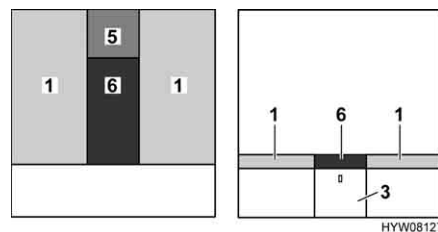

Fig. 92 Dopo la trasformazione
- Posizionare il cuscino aggiuntivo (Fig. 92,5) sul comodino da notte.
- Posizionare il cuscino aggiuntivo (Fig. 92,6) tra i materassi (Fig. 92,1).